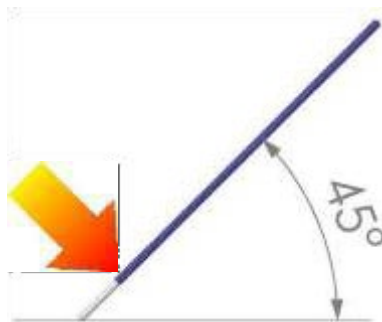

Figure 4 : Test de l'intégrité mécanique
1. L'infirmier de bloc opératoire sort la fibre optique laser stérile de la poche et l'inspecte pour détecter toute pliure, cassure ou autre dommage éventuel. Il teste l'intégrité mécanique de l'extrémité distale en appliquant une force latérale comme s'il voulait tracer un point avec un stylo à bille (Figure 4).